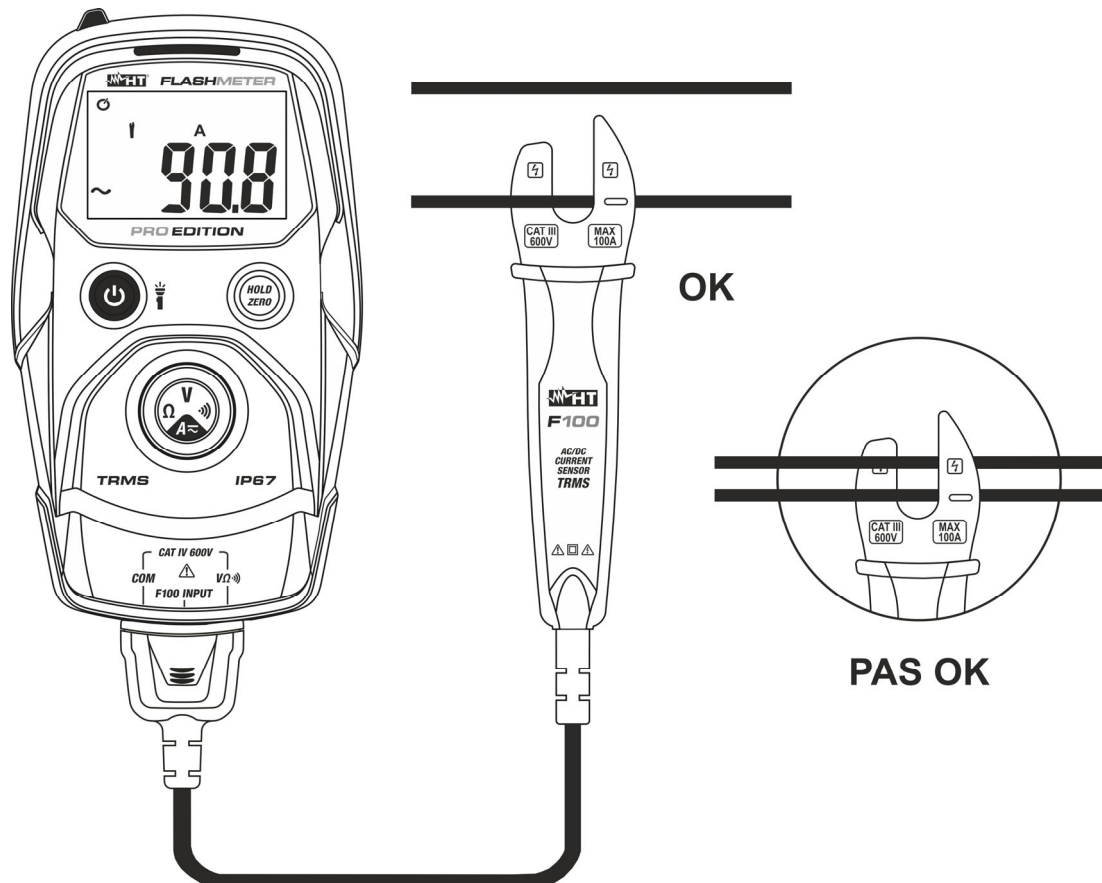

Fig. 7: Utilisation de l'instrument pour la mesure de la Courant CC/CA
- Connecter la pince F100 au conducteur à tester (voir Fig. 7) en faisant attention au symbole de flèche " $\blacktriangleright$ " à l'intérieur du tore pour indiquer le sens positif du courant et en le positionnant au centre du tore afin d'obtenir une mesure précise. La valeur actuelle s'affiche à l'écran
- L'affichage du symbole "-" sur l'écran de l'instrument indique que la courant a une direction opposée par rapport à la connexion de la Fig. 7